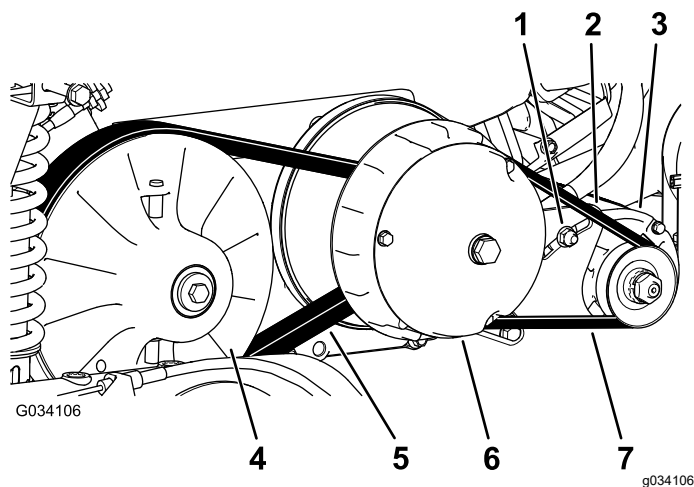

Figure 65
6. Faites tourner la courroie (Figure 65) et vérifiez qu'elle n'est pas excessivement usée ou endommagée.
3. Faites tourner la courroie et faites-la passer sur l'embrayage secondaire (Figure 65).
4. Enlevez la courroie de l'embrayage primaire (Figure 65).
5. Alignez la courroie neuve sur l'embrayage principal (Figure 65).
6. Faites tourner la courroie et faites-la passer sur l'embrayage secondaire (Figure 65).
2. Desserrez l'écrou de pivot du démarreur-alternateur (Figure 65).
4. Appuyez sur le levier pour faire pivoter le démarreur vers le bas dans la fente jusqu'à ce que la tension de la courroie produise une flèche de seulement 6 mm quand une force de 44 N·m est appliquée (Figure 65).
5. Serrez l'écrou de pivot à la main et enlevez le levier (Figure 65).